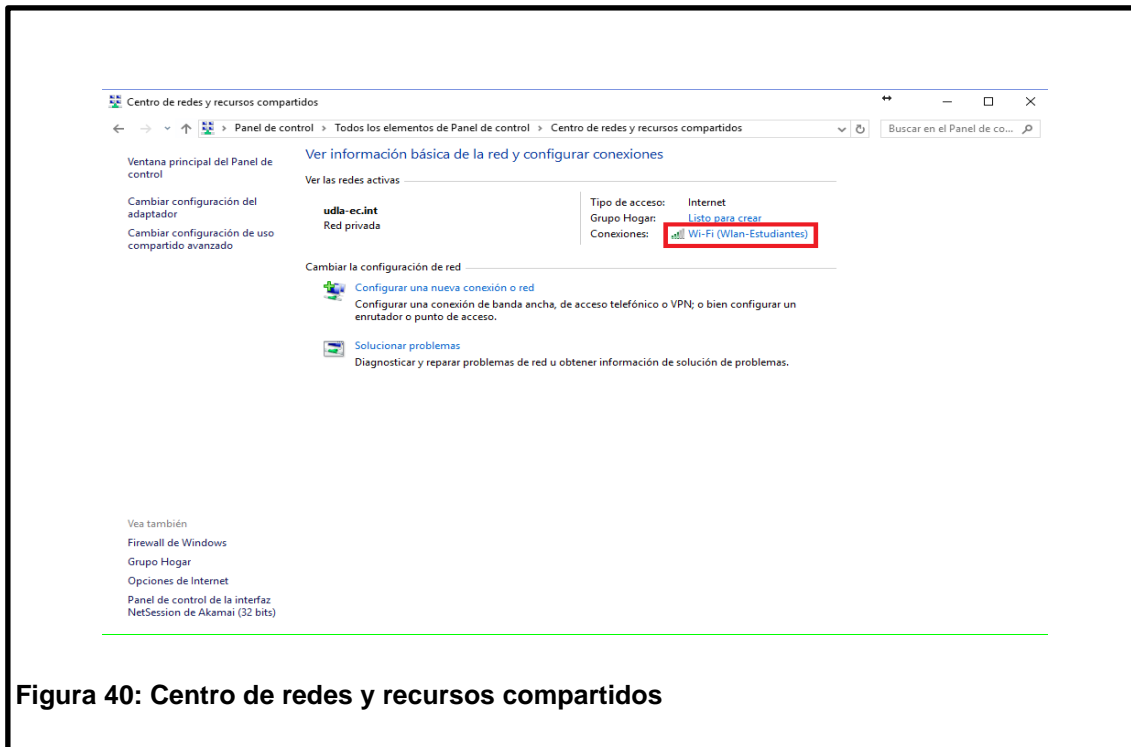

Figura 40: Centro de redes y recursos compartidos
4. Una vez ingresado en esta opción dar clic en Conexiones como se ve en la figura 40 (Red de área local o Ethernet)